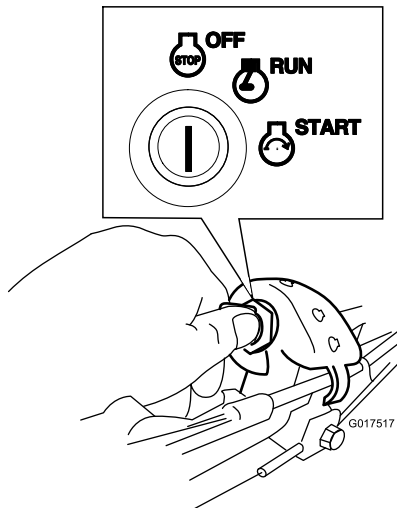

Figura 20
1. Gire la llave de contacto a la posición de DESCONECTADO (Figura 20).